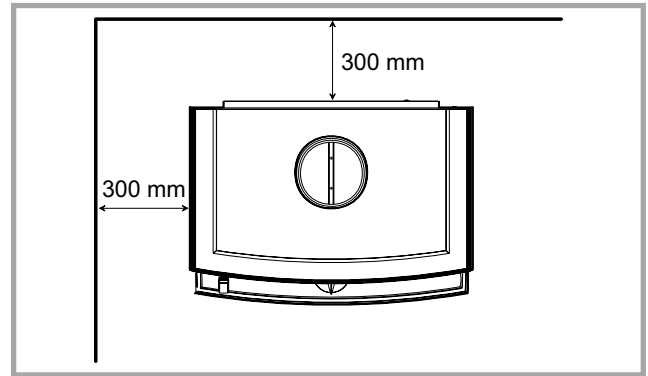

Figure 3 - Dégagement minimum de sécurité
**Faire bien attention de respecter les dégagements d'installation jusqu'aux cloisons en matériau combustible (fig. 3).**